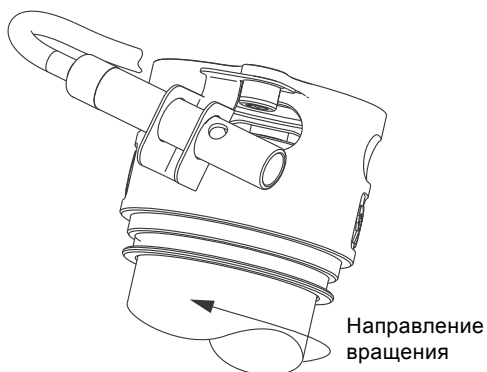

Рис. 19 Установка датчика воды в масле
- Установите кронштейн (поз. 522) на датчик воды в масле (поз. 521). Кронштейн должен находиться перед отверстиями в датчике. См. рис. 19.
- Вставьте один винт (поз. 186) так, чтобы проходил через фиксатор и одно из установочных отверстий уплотнения вала. Для того чтобы масло поступало в датчик, необходимо установить фиксатор (поз. 522) так, чтобы датчик воды в масле (поз. 521) находился вне одного из отверстий в уплотнении вала и по направлению вращения вала электродвигателя. См. рис. 19.